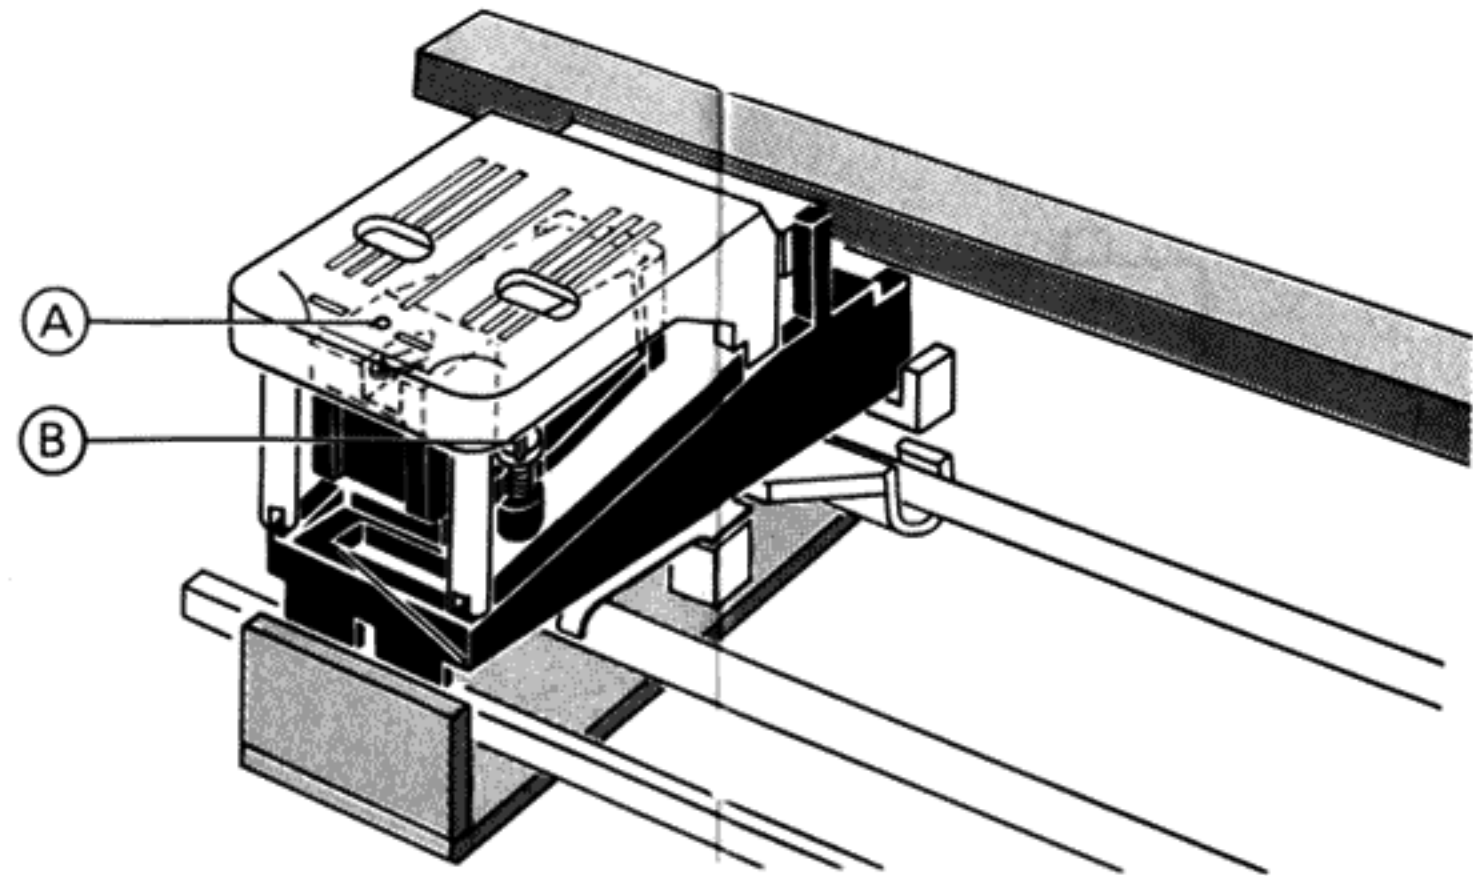

Fig. 4
- Einstellehre auf Tonarm aufstecken (Fig. 4)
- Snap alignment gauge into place (fig. 4)
- Placez le gabarit sur le bras de lecture (fig. 4)
– Tonabnehmer so justieren, dass die Nadelspitze genau im Zentrum des kleinen Loches (A) auf der Einstellehre erscheint und der Tonabnehmer parallel zu den roten Linien verläuft
– Die beiden Befestigungsschrauben (B) festdrehen